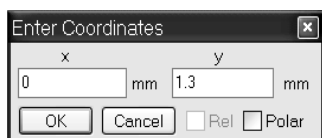
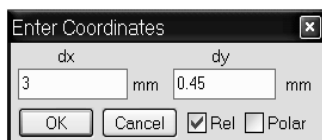
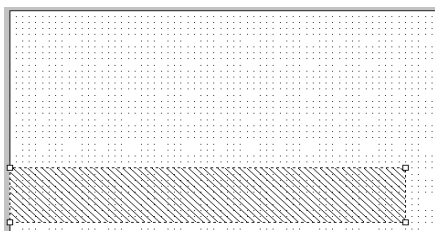

Рис. 1.35
Рис. 1.36
Рис. 1.37
- Выберите в меню команду **Draw>Add Rect Conductor** или щёлкните по значку **Rectangle Conductor**  на панели инструментов. Поместите курсор в окно электромагнитной структуры и нажмите клавишу **Tab**. В открывшемся окне **Enter Coordinates** (Ввод координат) в поле **x** введите **0**, а поле **y** введите **1.3** (рис. 1.35). Нажмите **OK**. Нажмите клавишу **Tab** снова. В новом открывшемся окне в поле **dx** введите длину входного проводника **3**, а в поле **dy** введите ширину проводника **0.45** (рис. 1.36) и нажмите **OK**. Входной прямоугольный проводник отобразится на электромагнитной структуре (рис. 1.37).